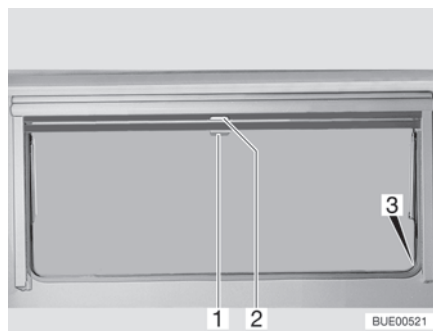

Fig. 73 Finestra apribile
- Tirare verso il basso l'oscurante a rullo accompagnandolo con la maniglia (Fig. 73,2). Quando si chiude completamente l'oscurante a rullo esso va agganciato da entrambi i lati al telaio della finestra nell'apposito elemento di fissaggio (Fig. 73,3).
- Quando l'oscurante a rullo è completamente chiuso: Spingere la maniglia (Fig. 73,2) verso il basso tirandola leggermente verso l'interno. Sganciare l'oscurante a rullo dagli elementi di fissaggio a destra e a sinistra del telaio della finestra.
- Quando l'oscurante a rullo si trova in posizione intermedia: Tirare la maniglia (Fig. 73,2) leggermente verso il basso finché l'elemento di fissaggio non si è sganciato.
- Tirare la maniglia (Fig. 73,1) della zanzariera a rullo verso il basso e agganciarla all'elemento di fissaggio (Fig. 73,3) su entrambi i lati del telaio della finestra.
- Spingere la maniglia (Fig. 73,1) verso il basso tirandola leggermente verso l'interno. Sganciare la zanzariera a rullo dagli elementi di fissaggio a destra e a sinistra del telaio della finestra.